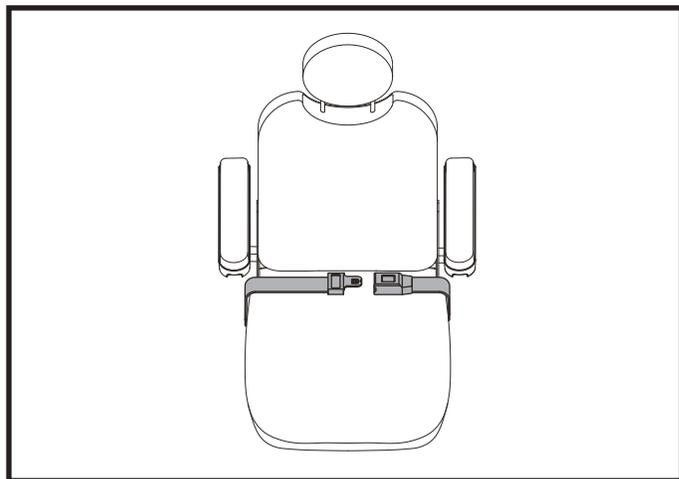

Figura 14. Cinturón de seguridad
Su silla eléctrica puede estar equipada con un cinturón de seguridad que puede ajustarse para un mayor confort. **Ver figura 14.** Su función es evitar que el usuario se deslice hacia delante o hacia abajo. El cinturón no está diseñado para limitar los movimientos.
1. Sentado, introduzca la aleta metálica en el cuadro de plástico de la otra correa y presione hasta oír un clic. **Ver figura 14.**